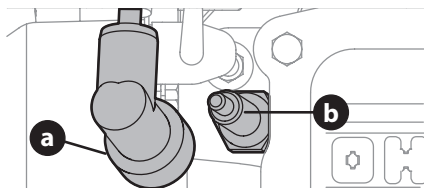

Figure 10
1. Enlevez le couvre-borne (a) de la bougie et retirez la bougie (b) avec une clé à bougie (Figure 10).